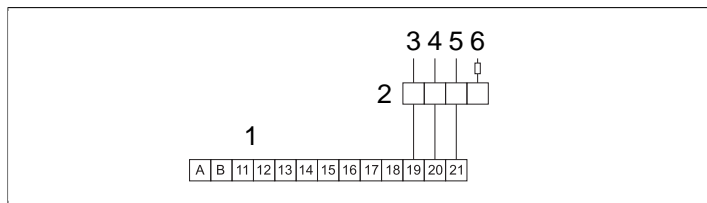

Fig 20: Kopplingsschema för extern ON/OFF-brytare
Brytaren ansluts med svagströmsledning (se **Fig 20**, sidan 8 pos 4).